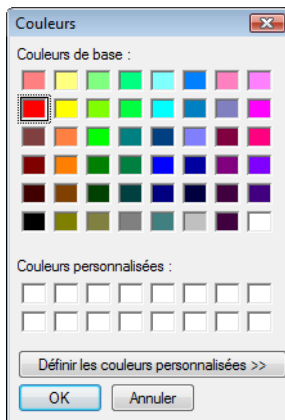

Figure 7-49 Boîte de dialogue Couleurs
- f) Pour changer une couleur, cliquez dessus et sélectionnez une autre couleur à l'aide de la boîte de dialogue **Couleurs** (voir la Figure 7-49 à la page 404) :